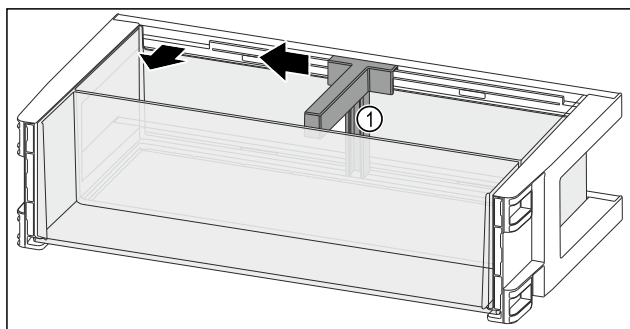

Fig. 131
- ▶ 将瓶托 Fig. 131 (1) 推至槽边。
- ▶ 取出瓶托 Fig. 131 (1)。